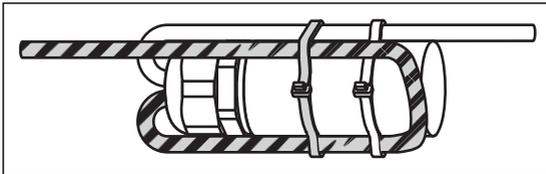

Fig. 9: Étape de montage 9 :
9. Faites revenir le câble de raccordement du logger en direction de l'écrou d'accouplement. Fixez à nouveau le câble de raccordement du logger à l'aide d'un serre-câbles (Fig. 9).